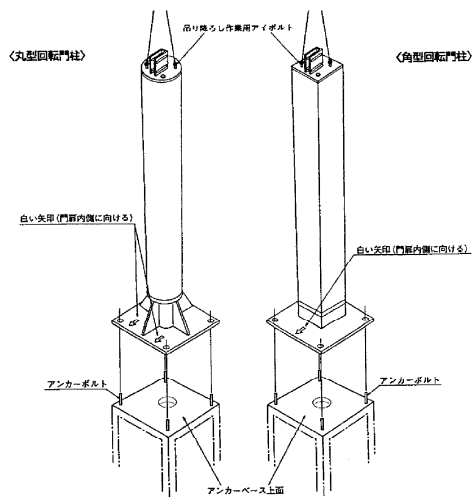

図1
① 回転門柱上面にセットされている図1の吊り降ろし作業用のアイボルト2本を利用して、回転門柱を吊り上げます。
② セットする向きはベースプレートに表示してある白い矢印を、門扉内側に向けます。その際、扉の開く方向を確認して下さい。